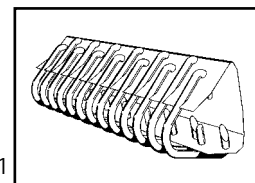

図 1
1. 取付け前に除去 (図 1)。
- Clipper® フックゲージまたはマイクロメータ、ノギスを使用して、ベルト厚を測定します (図 1)。